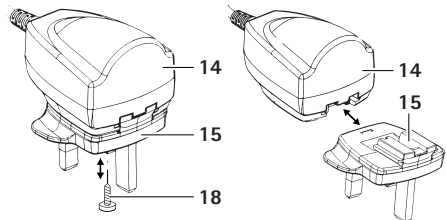

Fig. 3
- Lossa fixeringsskruv 18 i adapter 15, se Fig. 3.
- Skjut adapter 15 på nätdel 14 tills låsordningen 16 snäpper fast,, se Fig. 3